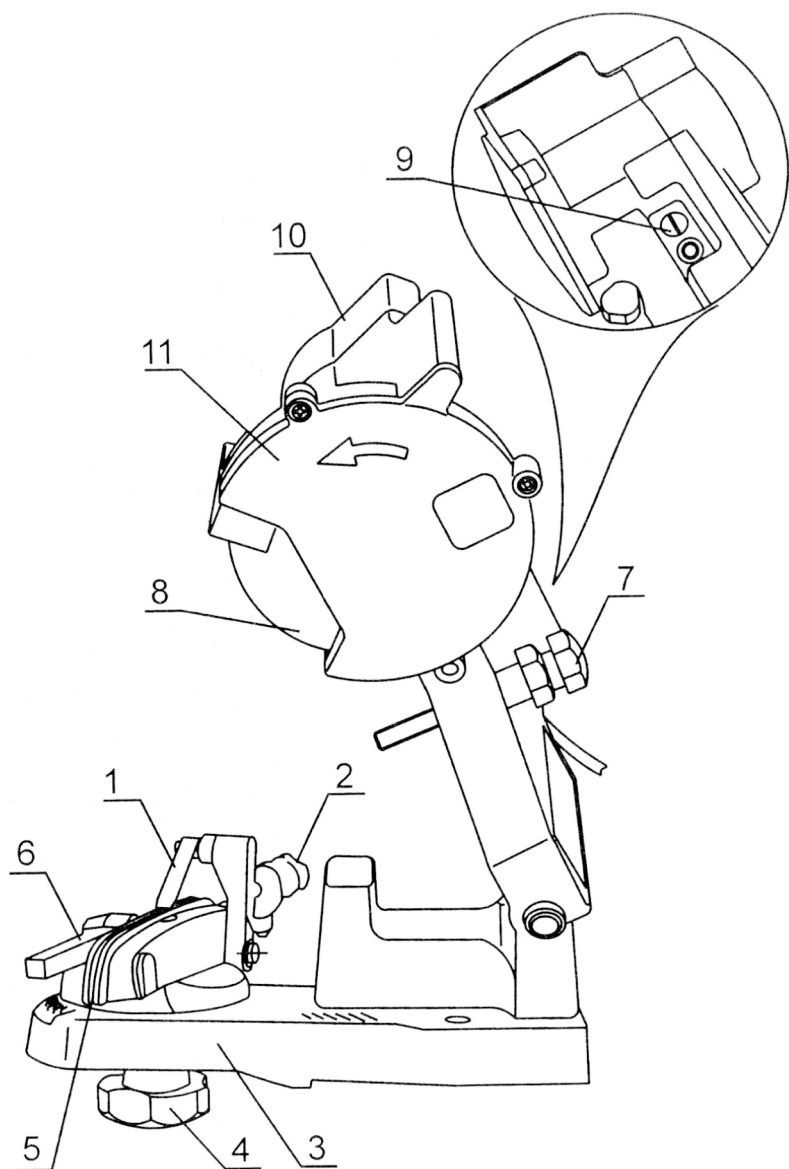

Рис. 1. Описание
2. ОПИСАНИЕ (рис. 1)
- Никогда не работайте со станком без кожуха 11 (рис. 1), защищающего заточной диск.
- Всегда проверяйте заточной диск 8 (рис. 1), включив станок на 30-60 сек без контакта его с цепью.